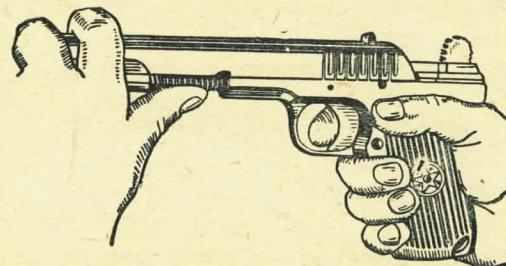

Рис. 76. Как снять затвор со стволов
3) **снять затвор со стволов:** удерживая пистолет за рукоятку в правой руке, левой рукой снять затвор, сдвигая его по пазам рамки вперед и придерживая большим пальцем левой руки возвратную пружину (рис. 76);